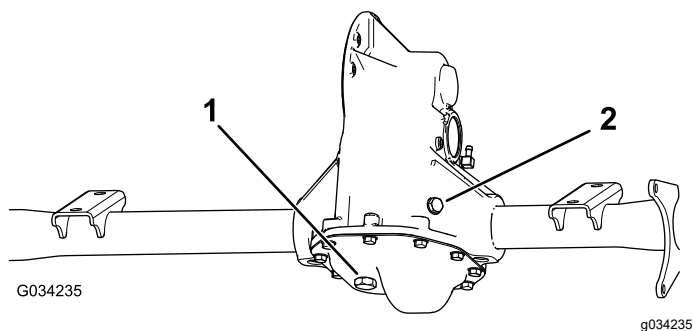

Figure 49
1. Placez un bac de vidange sous le bouchon de vidange (Figure 49).
2. Enlevez le bouchon de remplissage et le joint (Figure 49).
3. Enlevez le bouchon de vidange et le joint et vidangez complètement le liquide (Figure 49).